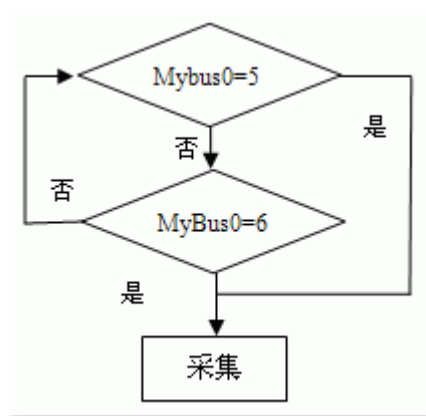
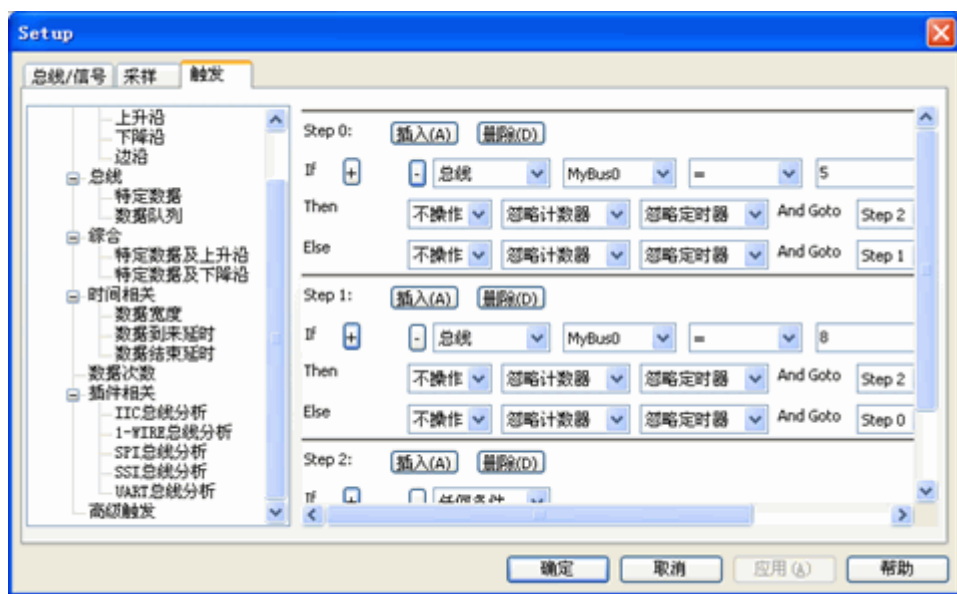

图 7.23 一条总线比较两次的流程图
图 7.24 一条总线比较两次的触发设置
(5) 两个条件只能使用总线和信号中的一个。(仅当两个条件的比较符都为“=”并且两个条件的关系为“and”时例外)。要同时使用两组总线/信号则需要两个步骤。比如要设置MyBus0为5或8触发,就需要两个步骤,第1个步骤比较MyBus0是否为5,如果是跳到第3个步骤开始采集,如果不满足就跳到第2个步骤。第2个步骤比较MyBus0是否为8,如果是跳到第3个步骤开始采集,如果不满足就跳回第1个步骤,流程如图 7.23所示,设置如图 7.24所示。